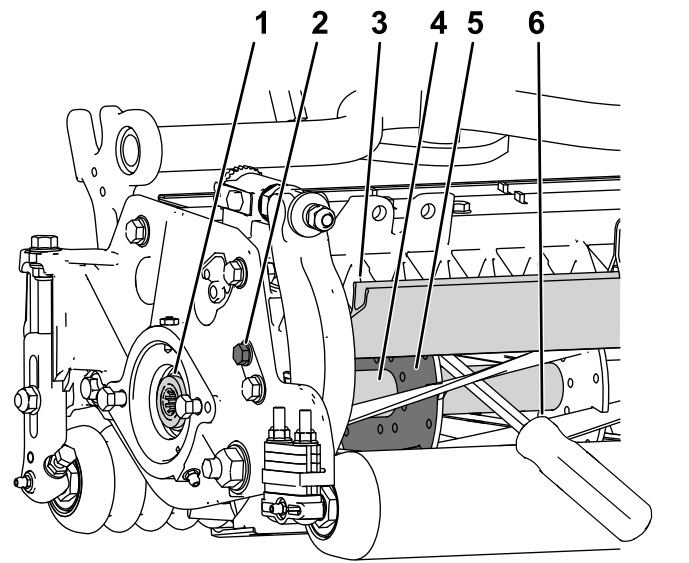

Figura 31
1. Desaperte o parafuso do resguardo no lado esquerdo da unidade de corte e eleve o resguardo traseiro (Figura 31).
2. Insira um espigão de cabo longo (recomendado $\frac{3}{8}$ x 12 pol. com pega de chave de parafusos) através da traseira do cilindro de corte, o mais próximo do lado da unidade de corte que irá apertar (Figura 31).
3. Coloque o espigão contra o lado soldado da placa de suporte do cilindro (Figura 31).